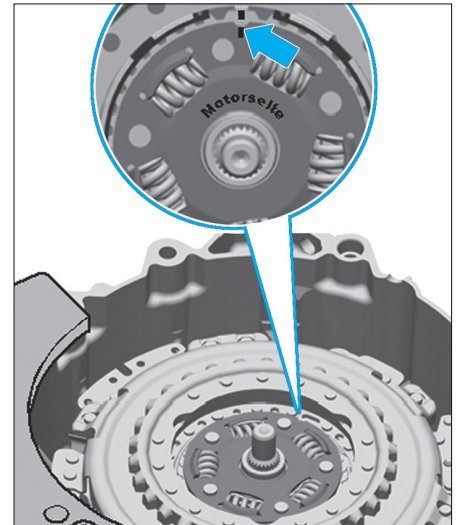

Fig. 13
- Placer le circlip du moyeu (Fig.13).